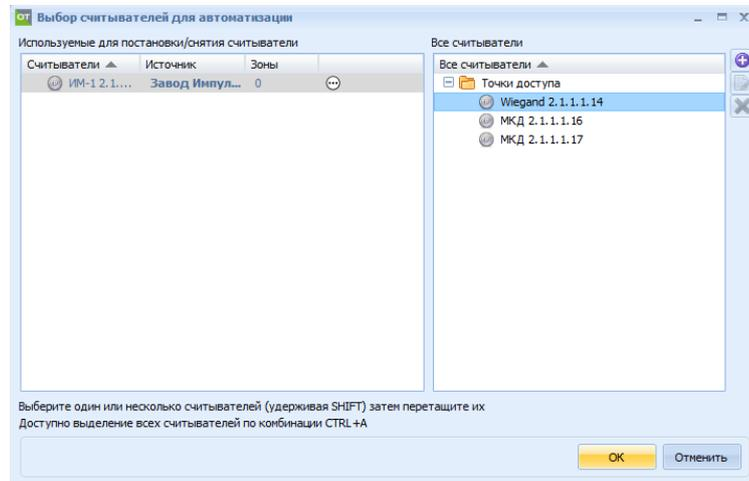

Рисунок 25.10 – Окно «Выбор считывателей для автоматизации»
– **Автоматизация** – выбрать считыватели, которые будут использоваться для автоматической постановки зон на охрану / снятия с охраны по идентификатору (прикладывание карты или ввод пароля) сотрудников данного предприятия. Необходимо нажать кнопку «Изменить», в открывшемся окне «Выбор считывателей для автоматизации» перетащить нужные считыватели из поля «Все считыватели» в поле «Используемые для постановки / снятия считыватели» (рисунок 25.10).